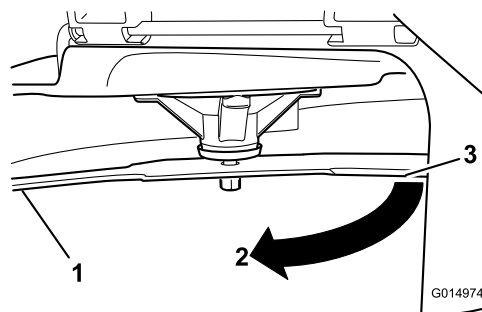

Figura 77
3. Distancia medida entre la cuchilla y la superficie (A)
4. Gire la misma cuchilla 180 grados de manera que el otro extremo esté en la misma posición (**Figura 77**).